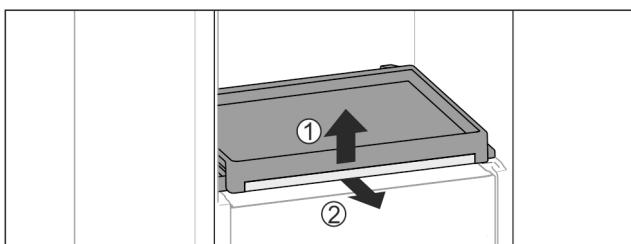

Fig. 111
- Odstranite izvlečno polico s stekleno ploščo: Stekleno ploščo spredaj rahlo dvignite Fig. 111 (1) in jo izvlecite naprej Fig. 111 (2).